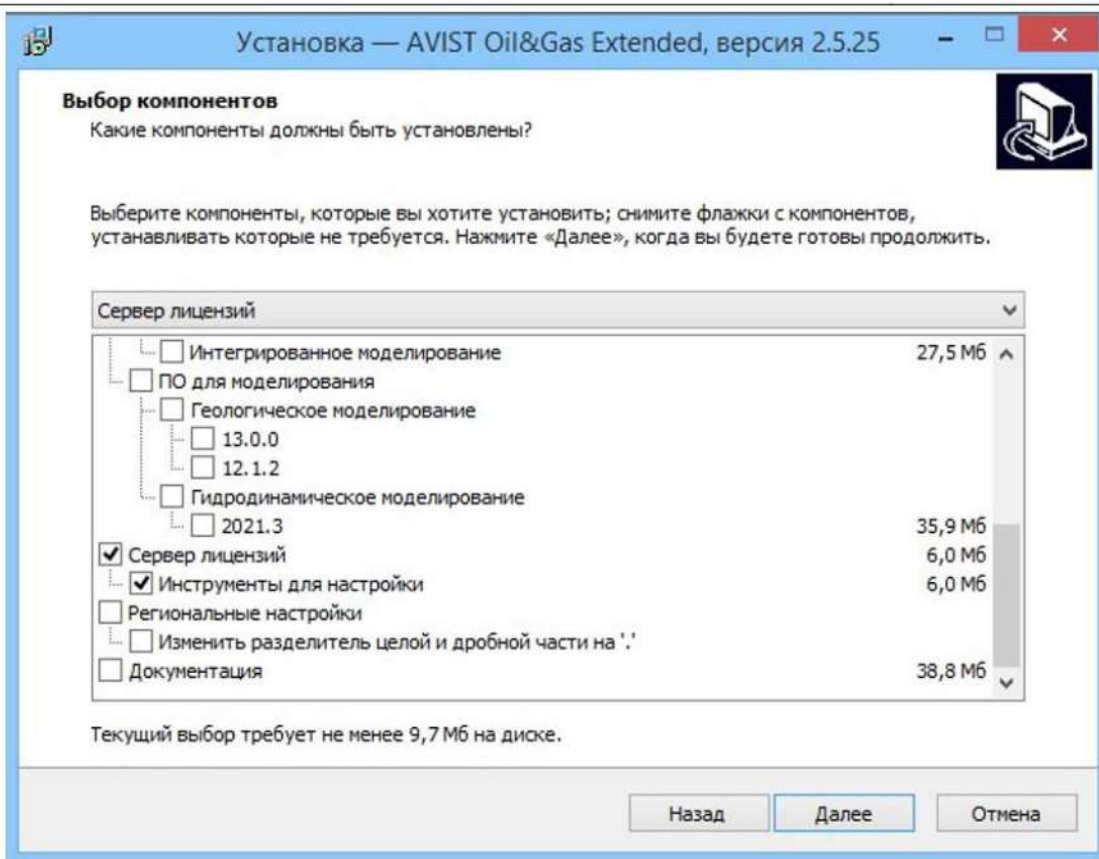

Рисунок 6 - Сервер лицензий
- 5) Выбрать Сервер лицензий из выпадающего списка, нажать кнопку «Далее» (Рисунок 6).